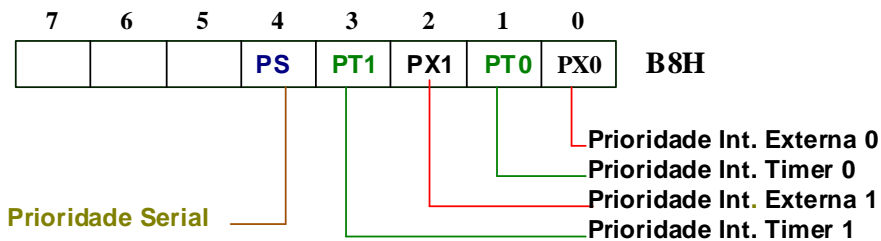

Figura 18 – Registrador *Interrupt Priority* (IP). Deve-se colocar o flip-flop em '1' para aumentar o nível de prioridade da fonte de interrupção correspondente.
Contudo, a ordem de prioridade de atendimento das interrupções apresentadas na Tabela 10 pode ser inadequada em um dado projeto. O registrador *Interrupt Priority* (IP) apresentado na Figura 18 permite alterar a prioridade *default* de atendimento das interrupções (todas elas possuem nível de prioridade 0 quando o 8051 é resetado). Ao setar um dos flip-flops, a interrupção correspondente passa a ter maior prioridade de atendimento (nível de prioridade 1). Se neste registrador, dois flip-flops são setados, as interrupções correspondentes tem maior prioridade (nível de prioridade 1) que as de prioridade 0; entre as interrupções de nível de prioridade 1, a maior prioridade de atendimento obedece a ordem da Tabela 10. Por exemplo, se PX1 e PT1 estão setados, a Externa 1 tem maior prioridade que a do Timer 1. Outra característica é que interrupção com nível de prioridade 1 interrompe a execução de tratadores com nível de prioridade 0, caso a de nível 1 seja solicitada durante a execução de tratador de nível de prioridade 0. Interrupções não interrompem a execução de tratadores com mesmo nível de prioridade (1 ou 0). Devido a esta característica, o programador deve ter o cuidado de escrever tratadores curtos tal que outra fonte de interrupção com o mesmo nível de prioridade não tenha que aguardar um longo tempo para ser atendida. Caso contrário, o tempo de resposta pode não ser adequado para um dado projeto.